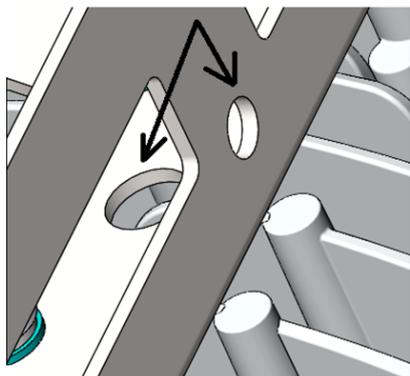

Рис.9
- разъединить коннекторы А. Количество коннекторов может быть от 1 до 3 соответственно количеству драйверов, см. рис. 9;
Допустимый тип удлиняющего кабеля: двухжильный, диаметр 4-12 мм, сечение жил 2.5-4.0 мм². Количество удлиняющих кабелей должно равняться количеству коннекторов (драйверов), см. рис. 9. Для соединения необходимо использовать дополнительные коннекторы (входят в комплект поставки). При количестве драйверов более одного допускается подключение драйверов к сегментам световой части без определенного соответствия (сегменты световой части равнозначны между собой).